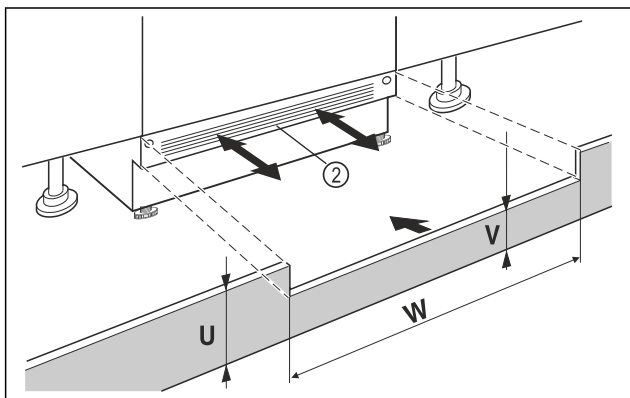

Fig. 91 Príkladné zobrazenie
- Nasadte podstavcový kryt zariadenia Fig. 91 (2), ale ešte ho neupevňujte.
- Pri viditeľnom podstavcovom kryte Fig. 91 (2) tento potiahnite dopredu tak ďaleko, aby predná hrana vetracej mriežky a podstavcového krytu nábytku tvorili jednu rovinu.
- Pri zakrytom podstavcovom kryte Fig. 91 (2) tento posuňte úplne dozadu.
- Dávajte pozor na úplne voľnú vetráciu štrbinu: V prípade potreby prirežte výšku podstavcového krytu nábytku Fig. 91 (U)!
- Pozdĺž šírky výklenku Fig. 91 (W) prispôbte výšku medzisteny Fig. 91 (V) pod podstavcovým krytom zariadenia Fig. 91 (2).